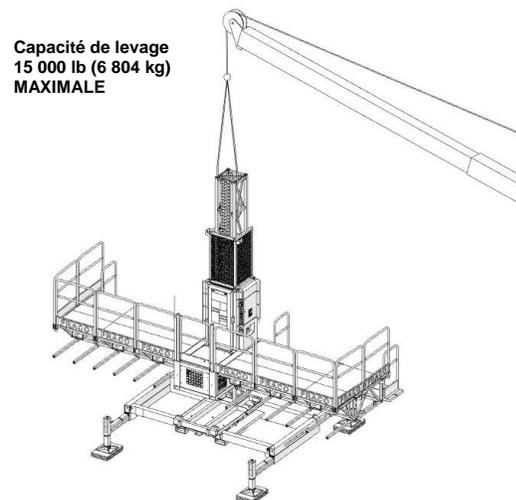

Figure 46 – Capacité de levage d'assemblage
- Il est possible de procéder à des opérations de levage des assemblages allant jusqu'à 15 000 lb (6 804 kg) **MAXIMUM** en soulevant par élingage (*Figure 46*).
- Les assemblages doivent avoir une répartition de charge équivalente des deux (2) côtés du centre de gravité du mât.